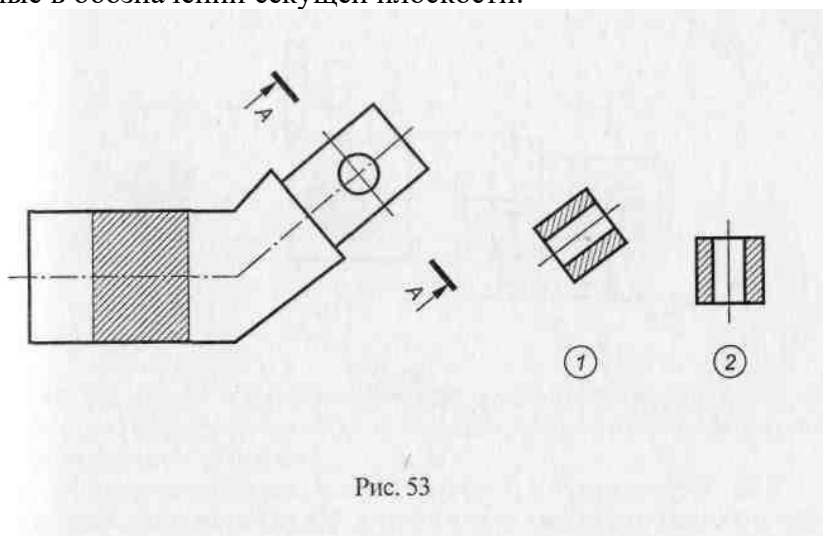

Рис. 53
5. Обозначить два вынесенных сечения, показанных на рис. 53, и назвать две ошибки, допущенные в обозначении секущей плоскости.